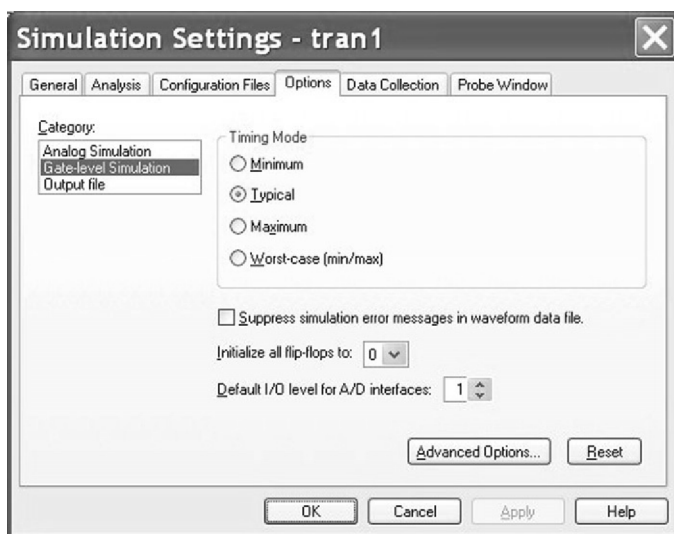

图 18.7 触发器的初始值设置为 0
3. 建立 PSpice 仿真配置文件，仿真时间为  $100\mu\text{s}$ ，然后如图 18.7 所示，选择 **Options > Category: Gate-level simulation** 并且设置所有触发器的初始值 Initialize all flip-flops 为 0。